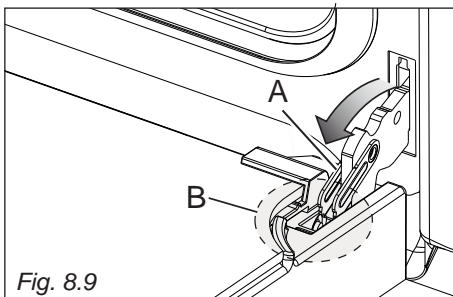
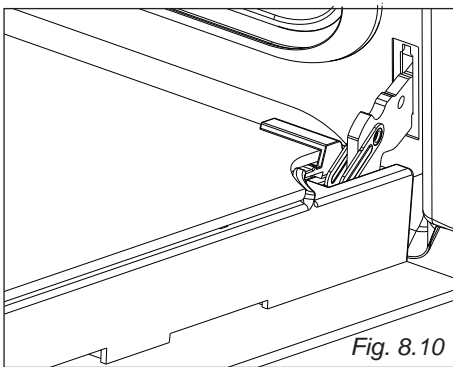

Fig. 8.9
Fig. 8.10
- Aprire completamente la leva "A" delle cerniere destra e sinistra (fig. 8.9).
- Socchiudere dolcemente la porta (fig. 8.10) fino a quando le leve "A" delle cerniere destra e sinistra si agganciano alla parte "B" della porta (fig. 8.9).